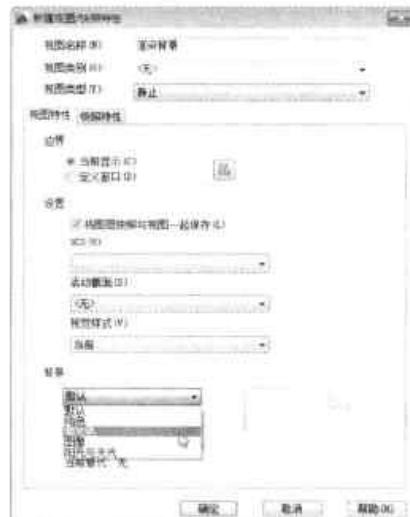

图14-45 设置背景颜色
**Step 02** 在“新建视图/快照特性”对话框中，输入视图名称，然后单击“背景”下拉按钮，选择背景颜色，这里选择“渐变色”选项，如图14-45所示。